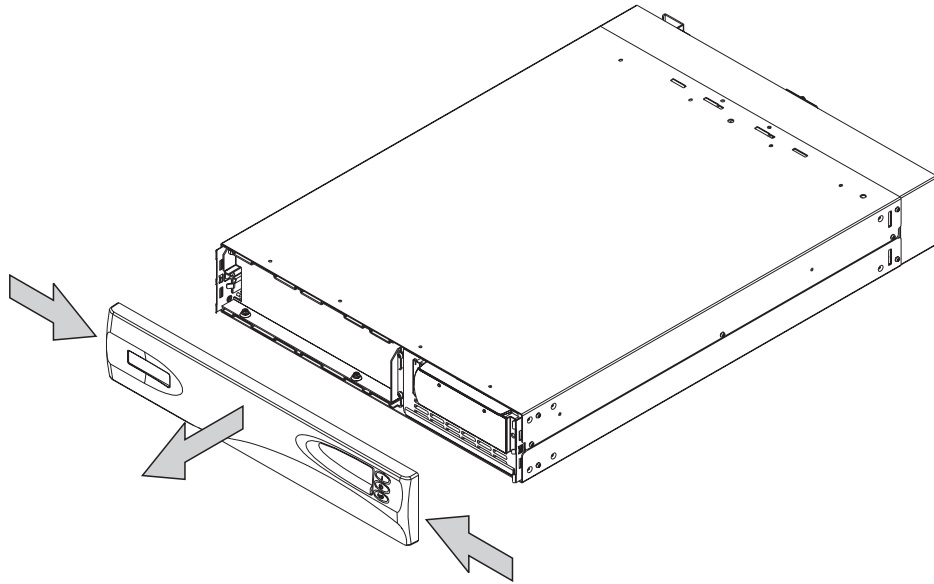

图 112. 卸下不间断电源的前面板
3. 将前面板的两侧向内按，卸下前面板，然后拉出两端（第 166 页的图 112）。